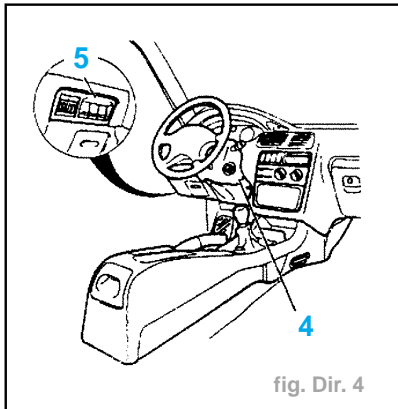

fig. Dir. 4
- Déposer la demi-gaine colonne (4) (fig. Dir. 4).
- Ouvrir la trappe (5).